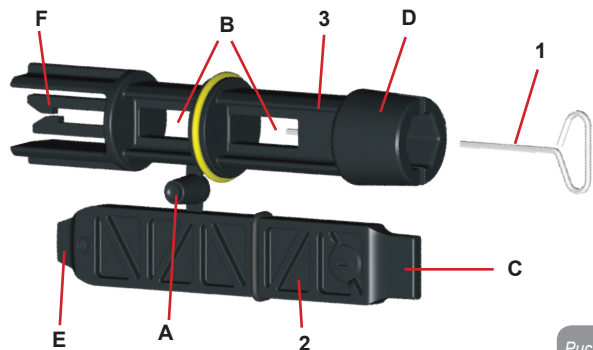

Рисунок 23
- 1 - металлический ключ с шестигранным сечением (Рис.23 – 1);
- 2 - пластиковый плоский ключ (Рис.23 – 2);
- 3 - пластиковый цилиндрический ключ (Рис.23 – 3);
Ключ “1” вставляется в конец “D” ключа “3”. При первом использовании нужно разделить 2 пластиковых ключа “2” и “3”, которые поставляются соединенными перемычкой (Рис.23 – A):